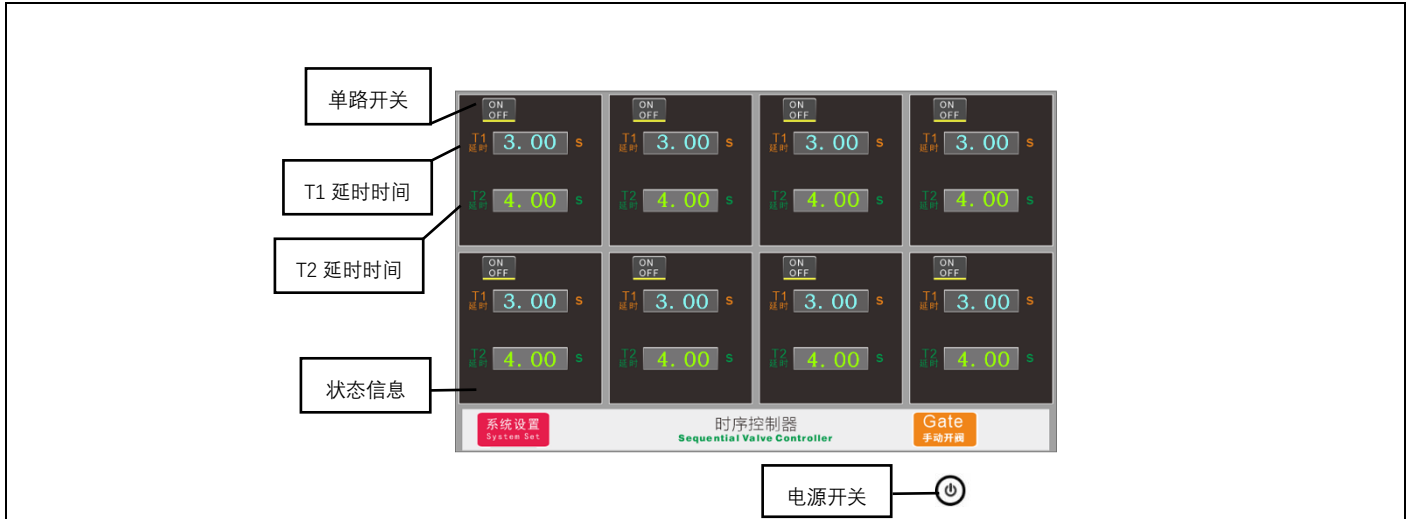
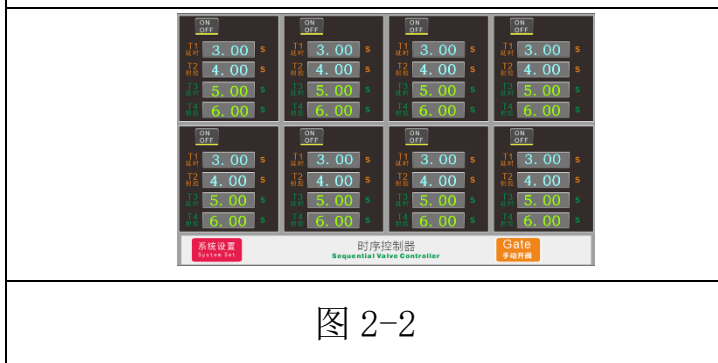

图 2-1
图 2-2
1.主控界面如图 2-1 所示，双时段操作界面如图 2-2 所示，手动开阀操作界面如图 2-3 所示。